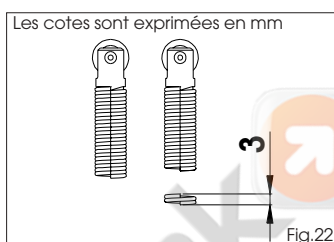

Fig.22
- Raccourcir le ressort, deux boucles correspondent à environ 3 mm, d'après la Fig. 22